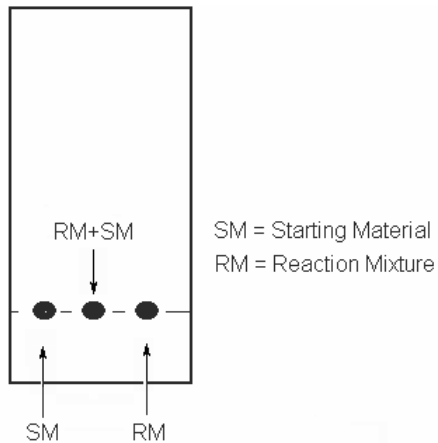

Рисунок 2.1. Пластика ТСХ
- ii) Нанесите карандашом в нижней части пластинки линию старта (рисунок 2.1).
(RM), взятое из колбы, однократным касанием капилляра правой точки и затем центральной (рисунок 2.1).